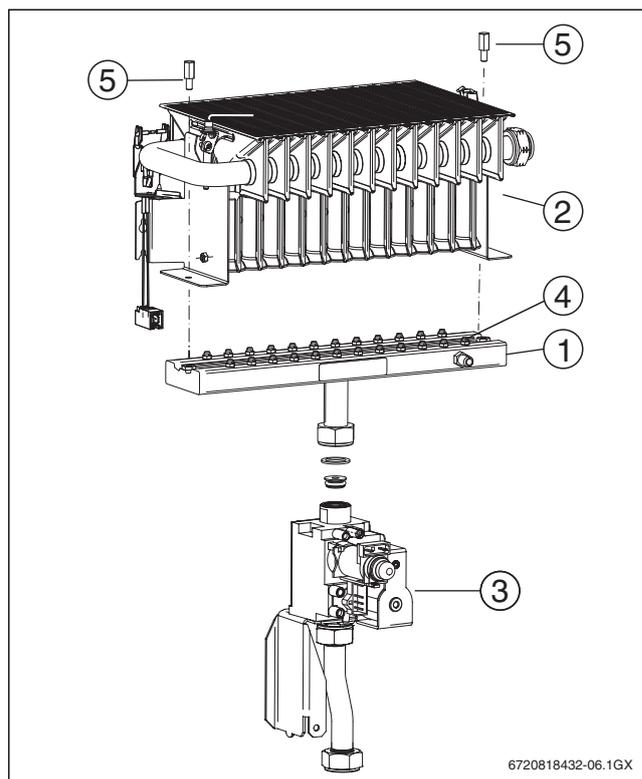

Fig. 51
- ▶ Dévisser les 2 vis (→ fig. 51, [5])
#### Légende figure 51 :